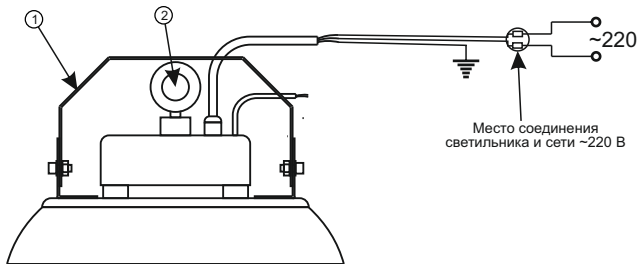

Рисунок 2 — Схема подключения изделия
Светильник SkatLED M-200U(60) может быть как накладным, так и подвесным. При накладном варианте установки, светильник крепится на лире (рис. 2). В случае подвеса светильника используется рым-болт (рис. 2).
Подключение изделия должно производиться при отключенном сетевом напряжении в следующей последовательности (см. рисунок 2):